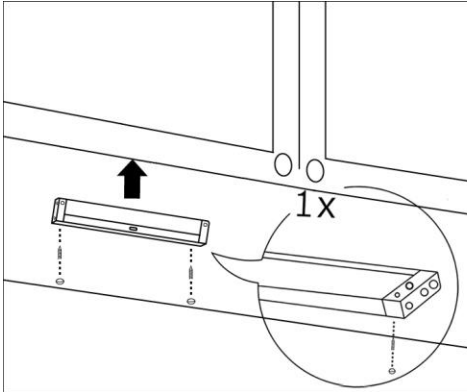

Bild 1: Installation mit Schrauben
1. Verwenden Sie Schrauben oder doppelseitige Klebestreifen von 3M, um die Lichter am Installationsort zu fixieren (siehe Bild 1).